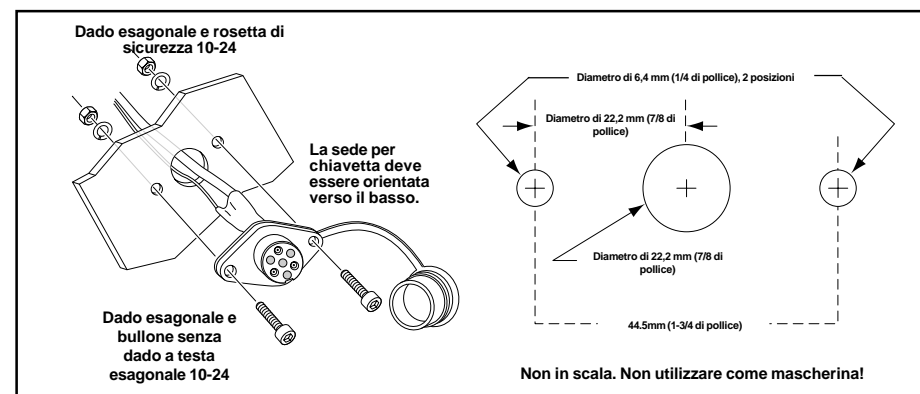

Figura 9: Installazione della presa per il comando a distanza.
- Dopo avere stabilito la posizione di montaggio per la presa del comando a distanza, praticare tre fori e installare. (vedere la figura 9).